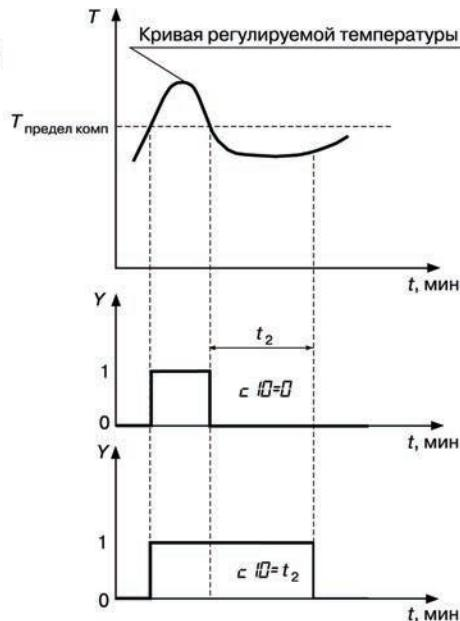

Рисунок 3.21 – Задержка отпускания компаратора: компаратор "отпустил"
- если больше, то по истечении времени  $t_2$  происходит отпускание компаратора (рисунок 3.21).